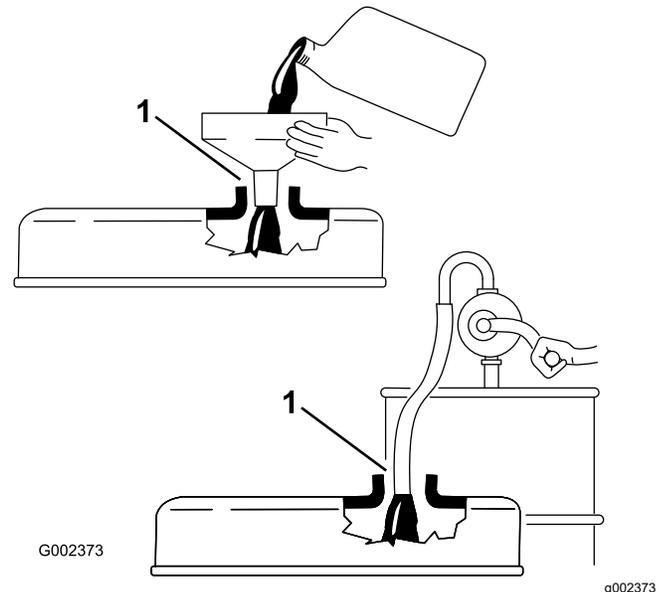

Figure 36
**Important:** Lorsque vous faites l'appoint ou le plein d'huile moteur, vous devez maintenir un espace libre entre le dispositif de remplissage et l'orifice de remplissage d'huile dans le couvre-culasse, comme montré à la Figure 36. Cet espace est nécessaire pour permettre la mise à l'atmosphère pendant le remplissage et empêcher ainsi l'huile de déborder dans le reniflard.